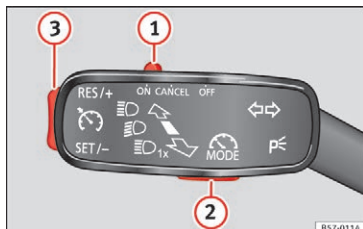

Fig. 155 På venstre side af ratstammen: kontakt og knapper til betjening af hastighedsbegrænser
Hvis du ønsker at deaktivere hastighedsbegrænseren midlertidigt (fx ved overhaling), skal du flytte kontakten »» Fig. 155 ① på blinklysarmen til position **CANCEL** eller flytte